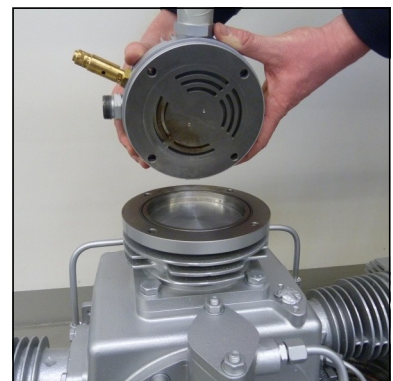

Abb. 7 - Zylinderkopf entfernen
- Zylinderkopf der 1. Stufe entfernen (Abb. 7).